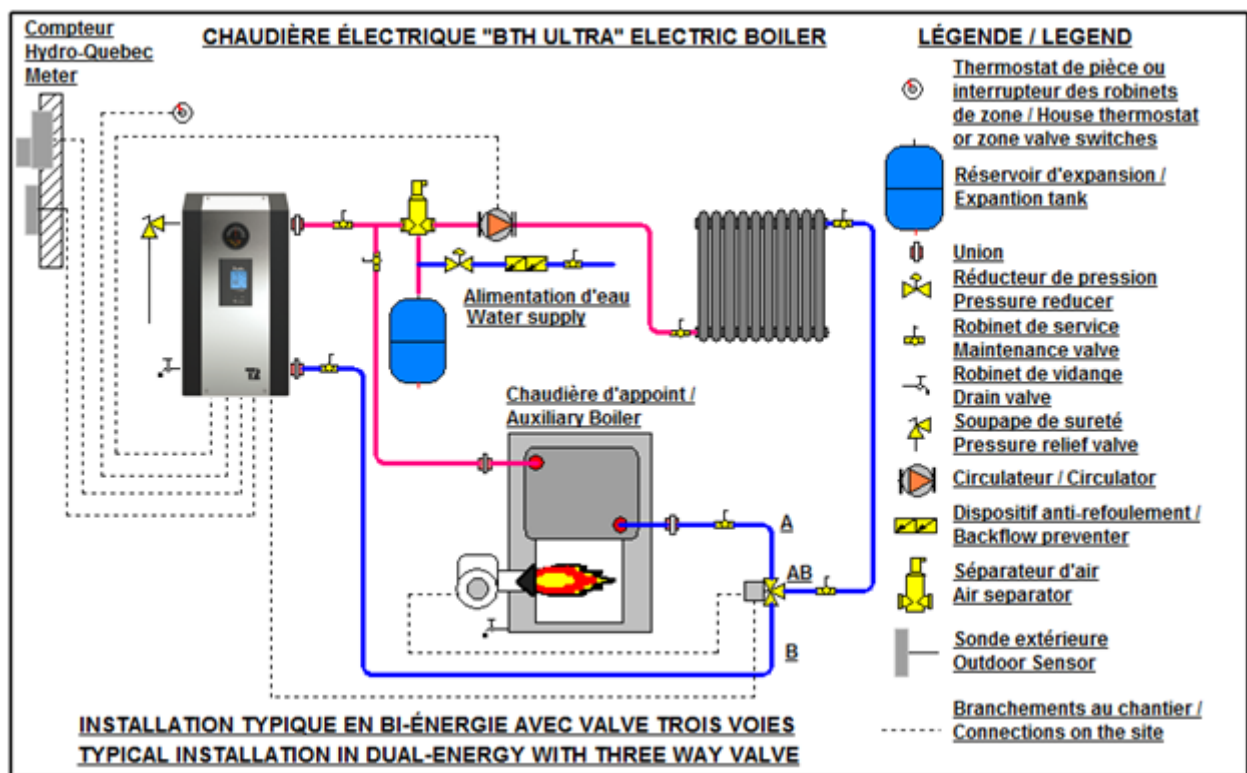

Figure 8 : Installation bi-énergie avec valve 3 voies
N.B: Assurez-vous de bien positionner les ports A-B et AB de la valve trois voies (Voir fig. 8).